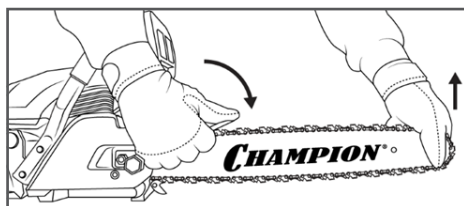

Рис. 5. Затяжка гаек крепления крышки шины
11. Затяните гайки крепления крышки шины ключом (Рис. 5).